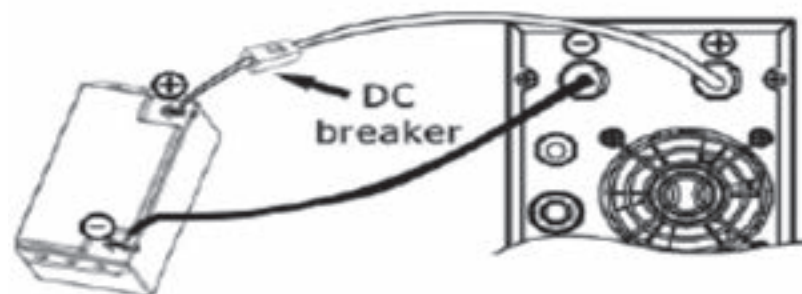

Рис. 1
**Шаг 1** – Рекомендуется подключать аккумуляторы к ИБП, с помощью проводки, включающей в себя плавкий предохранитель (прерыватель\*). Установите прерыватель\* постоянного тока на положительном проводе подключения аккумуляторной батареи. Номинальное значение прерывателя постоянного тока должно соответствовать току аккумуляторной батареи ИБП (50 А). Прерыватель\* постоянного тока должен быть выключен (см. Рис. 1).
**1) Подключение одной аккумуляторной батареи (см. рис. 1):** При подключении только одной батареи ее напряжение должно равняться номинальному напряжению постоянного тока данного устройства (см. ниже Таблица 2).